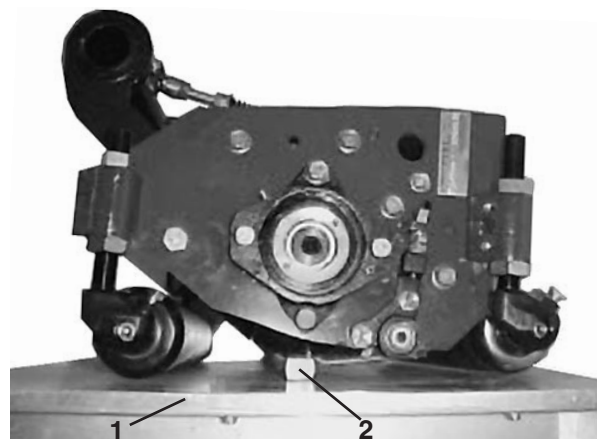

Bild 11
3. Schaukeln Sie das Schneidwerk (auf den Spindelmessern und dem Stabeisen) hin und her, bis die vordere Walze die flache Oberfläche erreicht. Die Spindelmesser und das Untermesser müssen dabei mit dem Eisenstab in Berührung bleiben. Die hintere Walze darf die Oberfläche nicht berühren (Bild 11).